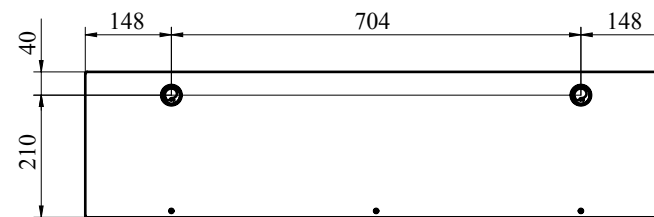

Рис.3
3. С помощью карандаша и рулетки разметьте стену (Рис. 3). Просверлите два отверстия под дюбель. Вбейте два дюбеля и вкрутите крючки для навесов. Повесьте полку на стену.